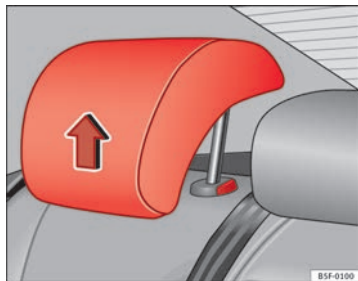

Fig. 5 Apoyacabezas en posición de uso
- Una posición **de uso** (apoyacabezas elevado) ⇒ fig. 5. En esta posición el apoyacabezas se comporta como un apoyacabezas convencional, protegiendo junto con el cinturón de seguridad a los ocupantes de las plazas posteriores.